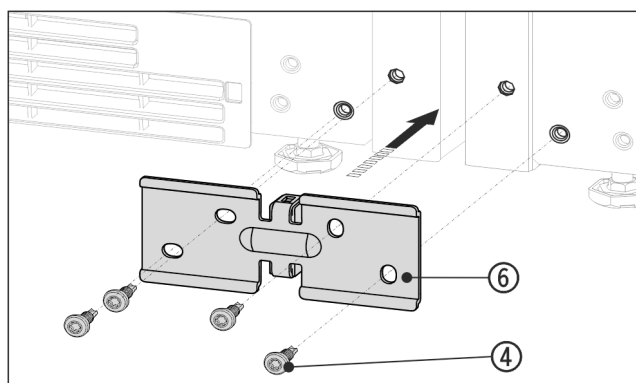

Fig. 14 Representación a modo de ejemplo
- Deslice la escuadra Fig. 14 (6) junto con la pieza distanciadora entre los aparatos y atorníllela ligeramente con los 4 tornillos Fig. 14 (4).